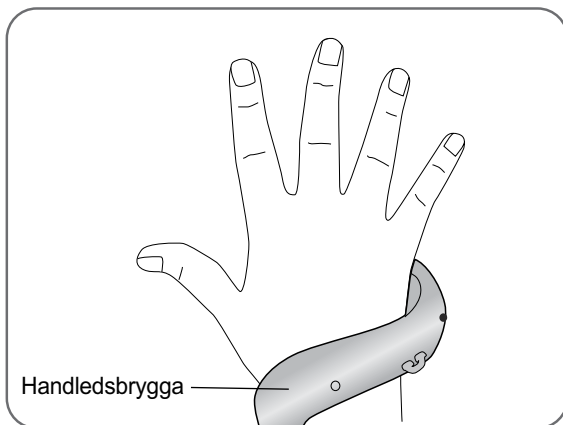

Bild 8-8: Placera handledsbryggan
2. Placera ortosens handledsbrygga bekvämt på handledens översida. Se bild 8-8.